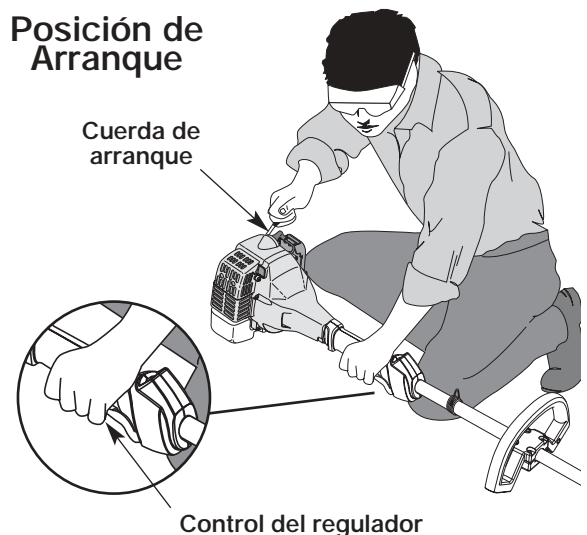

Fig. 8
ADVERTENCIA: Evite los arranques accidentales. Colóquese en posición de inicio cuando tire de la cuerda de arranque (Fig. 8). El operador y la unidad deben estar en una posición estable al arrancar la unidad para evitar graves lesiones personales.
5. Soporte en la posición de arranque (Fig. 8) y apriete el control de aceleración. Tire bruscamente del cordón de arranque hasta 4 veces.